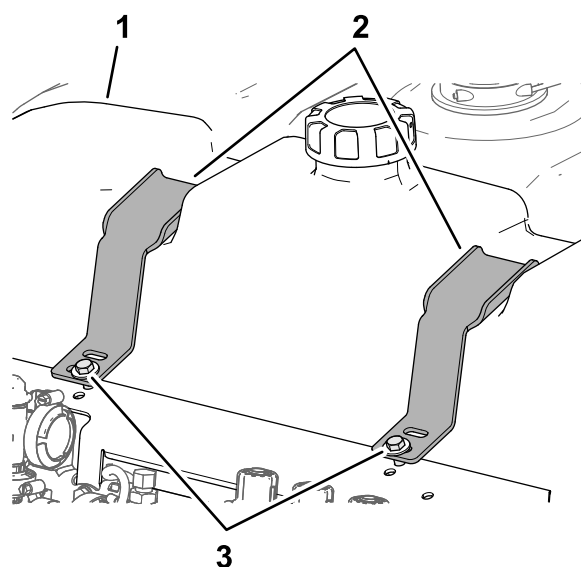

図 43
1. すすぎタンクに水を一杯に入れる 図 43。
2. すすぎタンクと固定金具との間のすきまの大きさを確認する 図 43。
3. タンクと固定金具との間のすきまが大きい場合には、金具がタンクに軽く当たる程度までボルトとフランジロックナットを締め付ける 図 43。